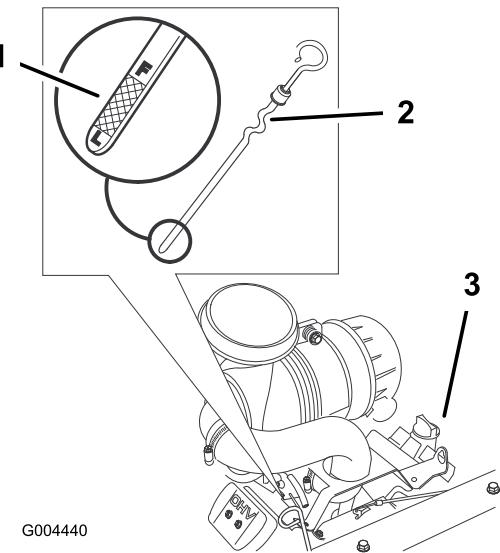

Figura 33
3. Limpie alrededor de la varilla de aceite (Figura 33) para que no pueda caer suciedad en el motor.
4. Retire la varilla de aceite y límpie el extremo metálico (Figura 33).
5. Introduzca la varilla a fondo en el motor. Retire la varilla y observe el extremo metálico (Figura 33). Si el nivel de aceite es bajo, vierta lentamente sólo la cantidad de aceite suficiente para que el nivel llegue a la marca Lleno.
9. Vierta lentamente un 80% aproximadamente de la cantidad especificada de aceite por el tubo de llenado (Figura 33).